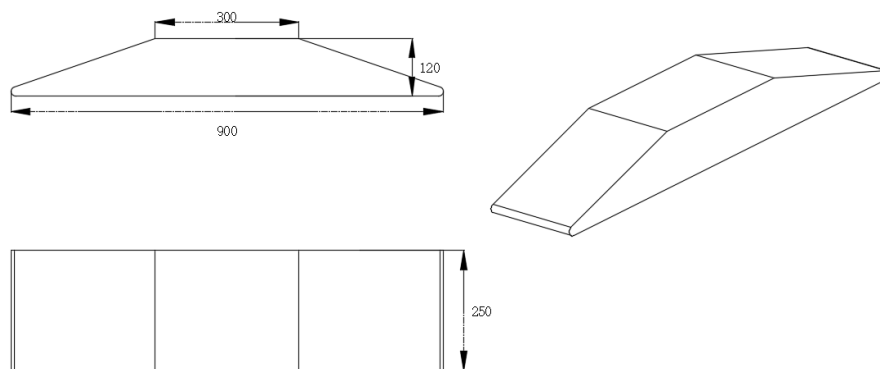

图 D-2 梯形斜坡式窄桥示意图
6. 窄桥为等腰梯形斜坡形式，如图 D-2 所示，单位 mm。与智能车接触的窄桥表面颜色自定，但窄桥表面不能有任何标记性涂抹。窄桥表面也可用发泡 EVA 材料制作。